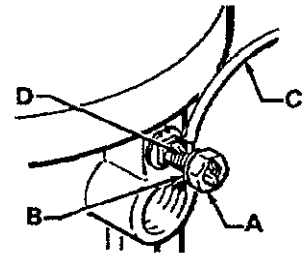

Fig. 1
Pour mettre le moteur pneumatique à la terre, desserrer l'écrou de blocage (A) et la rondelle (B) de la cosse de mise à la terre. Introduire une extrémité d'un fil de terre (D) d'au moins 1,5 mm² dans la fente de la cosse (C) et resserrer solidement l'écrou de blocage. Voir fig. 1.